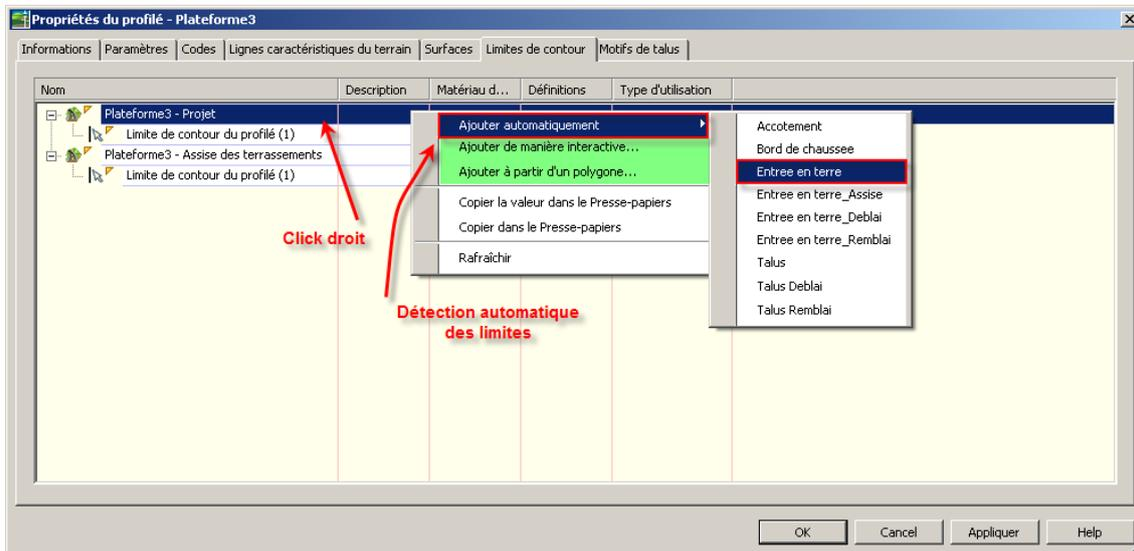

Fig. 77 – Définition des limites de surfaces
**ATTENTION :** L'option « Ajouter automatiquement » n'est disponible que s'il n'y a pas de discontinuité de code sur le profilé. Dans le cas contraire, il est nécessaire d'utiliser les fonctions surlignées en vert (Fig. 77)